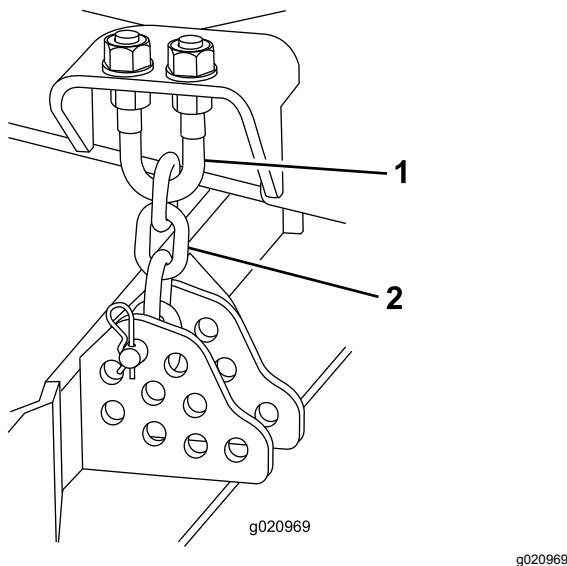

Figura 109
4. Togliete la coppiglia e il perno con testa che fissano le catene dell'altezza di taglio sul retro del piatto di taglio (Figura 109).